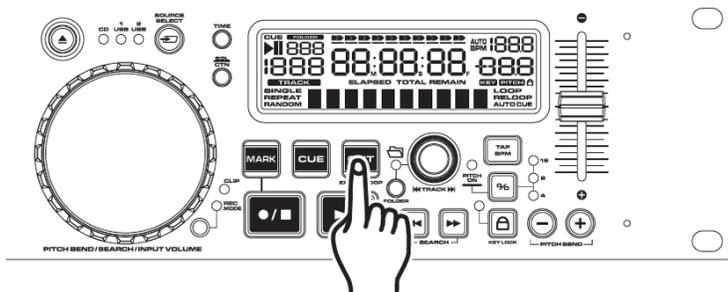

Figure 22
3) Appuyez sur le *BOUTON*OUT/EXIT/RELOOP (18) pour définir le point final de votre BOUCLE PARFAITE (Figure 22). Les LED des *BOUTONS* IN et OUT commencent à clignoter, indiquant que le mode BOUCLE PARFAITE a été activé. Appuyez sur le bouton OUT pour arrêter la boucle.
4) Appuyez sur le bouton OUT/EXIT/RELOOP (18) afin de réactiver la boucle parfaite. Appuyez sur le bouton OUT/EXIT/RELOOP (18) pour désactiver la boucle.